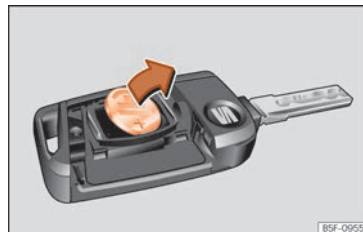

Fig. 142 Clé du véhicule : retirez la pile.
- Retirez la pile du compartiment à l'aide d'un objet fin approprié  **fig. 142.**
- Placez la pile neuve comme indiqué  **fig. 142** et appuyez-la contre le logement des piles dans le sens contraire de la flèche .